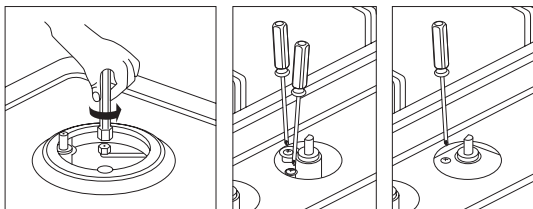

Рис. 9
- снимите ручку управления и вращайте ее регулировочный винт (расположен сбоку или внутри стержня регулятора) в разные стороны пока пламя не станет малым, но устойчивым (Рис. 9).
Горелка гаснет при установке рукоятки в положение «Слабое пламя»	<ul style="list-style-type: none"><li>– Отверстия в горелке не забиты.</li><li>– Вокруг нет сильных сквозняков.</li><li>– Минимум подачи газа установлен корректно (см. Рис.9 и раздел «регулировка минимального пламени»).</li></ul>